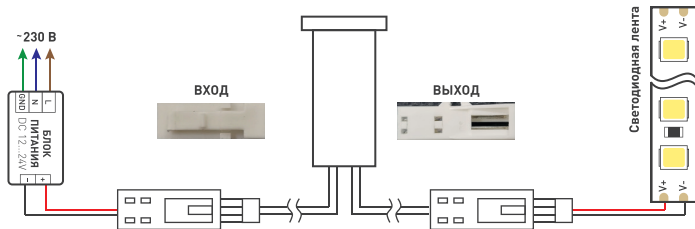

Рисунок 4. Схема подключения датчика SR-PRIME
- 3.3. Соблюдая полярность, подключите светодиодную ленту к выходу датчика (рис. 4).
- 3.4. Соблюдая полярность, подключите источник питания к входу датчика (рис. 4).